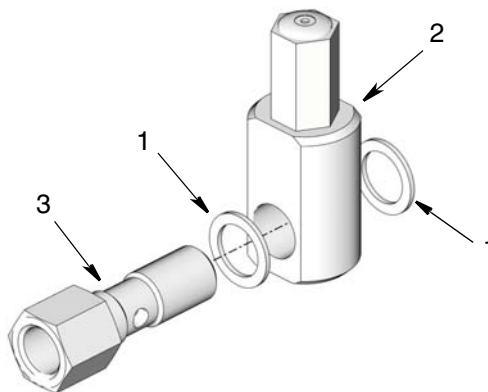

FIG. 3
5. Instale una arandela (1) sobre el perno banjo terminal (3). A continuación, instale el adaptador bajo (2) sobre el perno banjo, seguido de la segunda arandela (1) (FIG. 3).